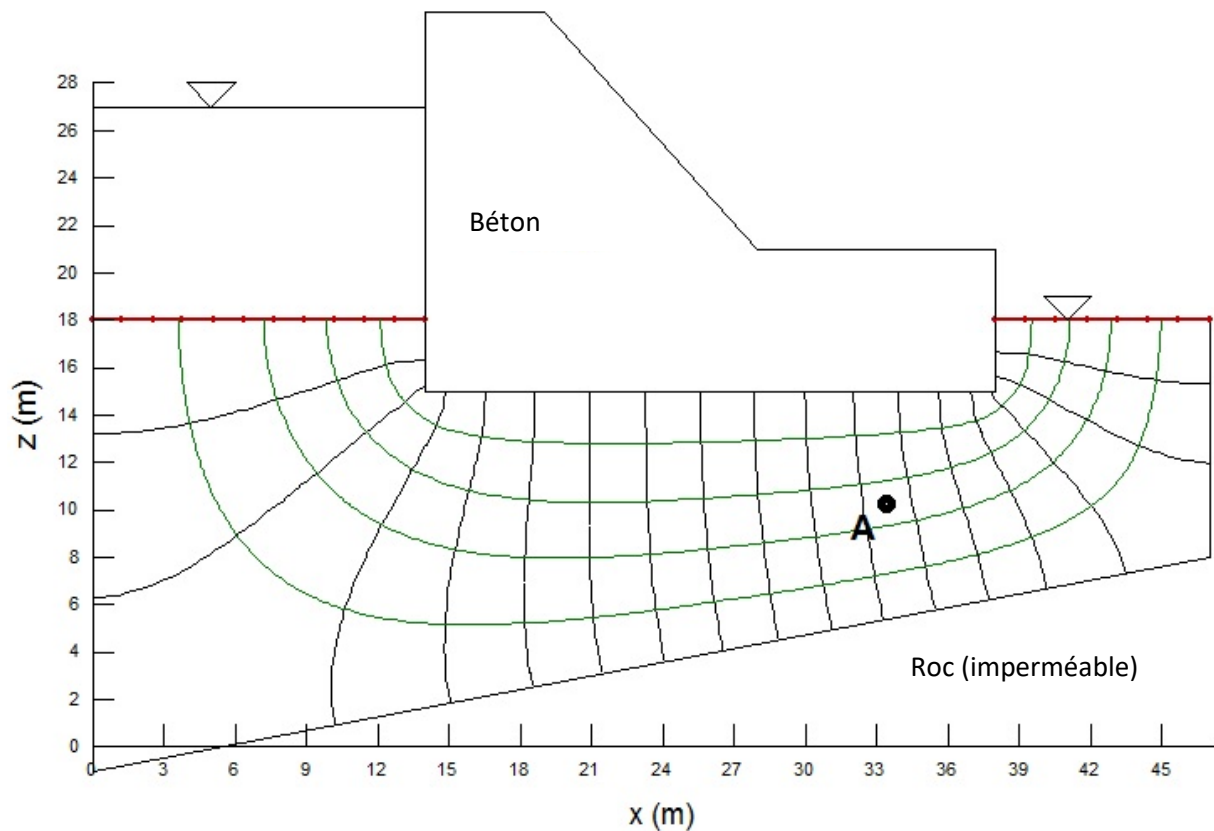

Figure 2 : Réseau d'écoulement pour la question 2.
La figure 2 présente le réseau d'écoulement sous un barrage de 600 m de longueur. Vous pouvez supposer que le réseau d'écoulement a été dessiné avec des mailles carrées. Le sol sous le barrage est un sable de quartz. Il a une conductivité hydraulique  $k = 2 \times 10^{-5}$  m/s et un poids volumique sec  $\gamma_d = 18,7$  kN/m3.
- Si un piézomètre est installé pour mesurer la charge hydraulique au point A dans la figure 2, quel sera le niveau d'eau dans le tuyau du piézomètre? Utilisez le système de référence de la figure 2 pour donner votre élévation (4 points).